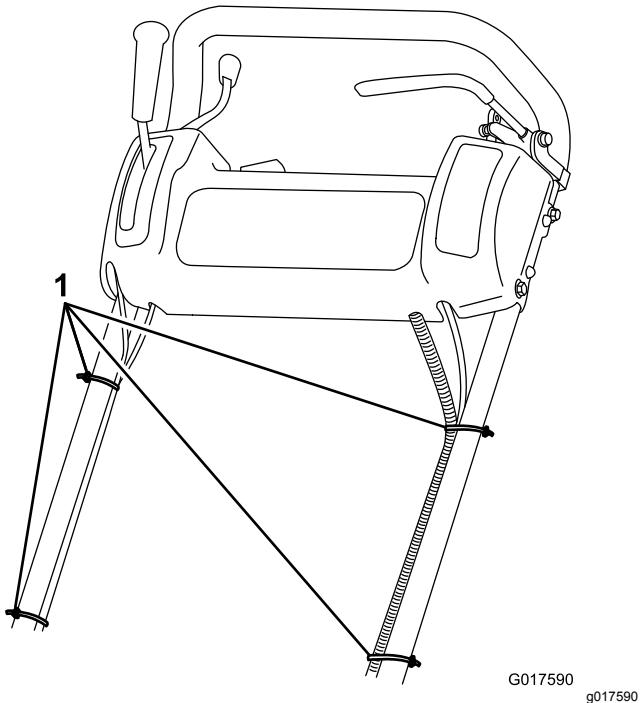

Figura 5
7. Fissate i cavi e il cablaggio alla stegola con le apposite fascette (Figura 5).